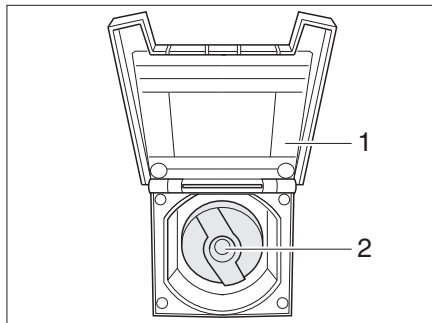

Fig. 137 Tapa de cierre para el tubo de llenado de agua potable
- Abrir la tapa de cierre (Fig. 137,1) para el tubo de llenado de agua potable.
- Introducir la llave en el cilindro de cierre (Fig. 137,2) y girarla un cuarto de vuelta en sentido contrario a las agujas del reloj.
- Cerrar la tapa de cierre (Fig. 137,1).
- Abrir el tubo de llenado de agua potable (Fig. 137).